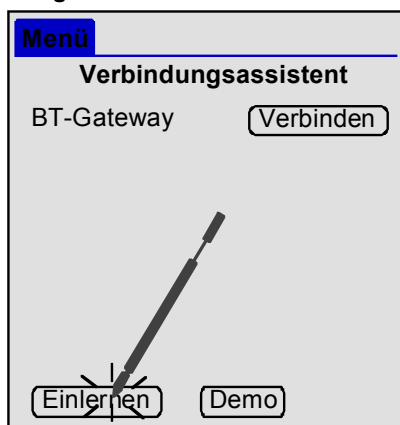
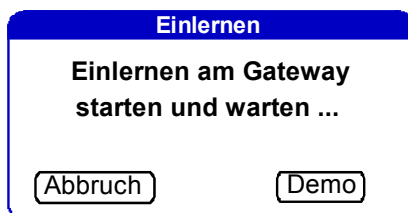

Bild 1: "Verbindungsassistent"
Bild 2: Dialog 'Einlernen'
1. Das Anwendungsprogramm 'EIB BT-Gateway' am Endgerät ist, falls noch nicht geschehen, zu starten. Wenn noch kein Gateway eingelernt wurde, erscheint unmittelbar nach dem Starten der Software der Dialog 'Einlernen' (vgl. Bild 2). Wenn bereits Endgeräte eingelernt sind und ein weiteres Endgerät zugeordnet werden soll, ist der 'Einlernen'-Dialog separat zu starten. Dazu ist eine ggf. aktive Verbindung zu einem Gateway zu trennen und im Dialog 'Verbindungsassistent' am Endgerät das Einlernen zu starten (vgl. Bild 1). Im Anschluss öffnet sich der Dialog 'Einlernen' (vgl. Bild 2).